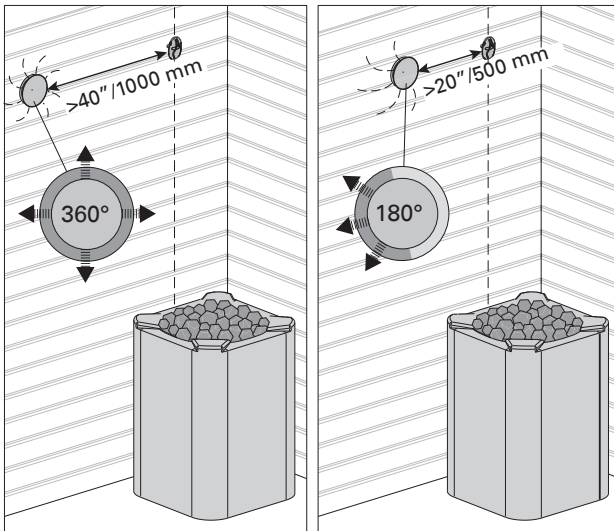

Figure 3. Distance minimale du capteur avec le conduit d'air
**⚠ Ne pas placer la bouche d'arrivée d'air de sorte que le flux d'air refroidisse le capteur de température. Figure 3.**